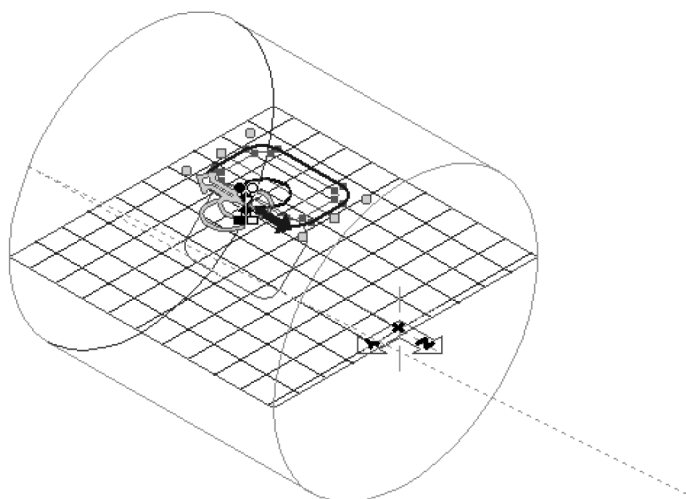

图 2-78 产生刀具路径
4) 产生刀具路径, 如图 2-78 所示。同样, 我们需要在相对的 45° 位置产生相同的操作。